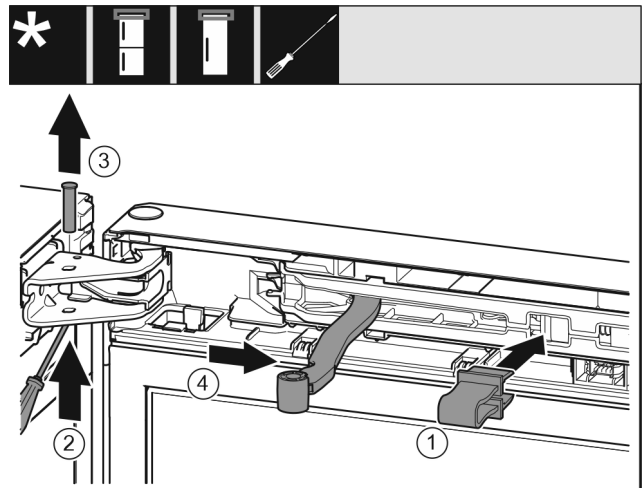

Fig. 13
- Pattintsa be a biztosítékot Fig. 13 (1) a nyílásba.
- Tolja ki a csapszeget Fig. 13 (2).
- Vegye ki felfelé a csapszeget Fig. 13 (3).
- Forgassa az ajtó irányába a csuklót Fig. 13 (4).